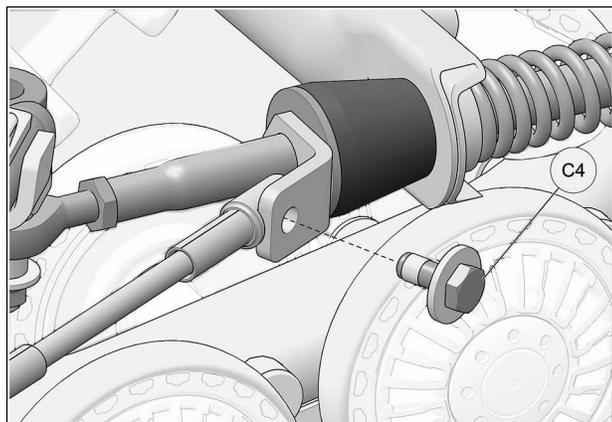

Fig. 30
18. Tourner légèrement le volant dans le sens contraire jusqu'à ce que le câble puisse être fixé à la plaque de support en utilisant le boulon (C4) fourni. Serrer à un couple de 35 Nm [24 lb•pi]. Voir la Fig. 30. Effectuer le même exercice du côté droit.